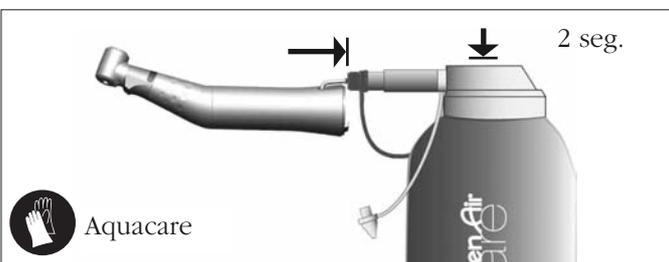

fig. 3
- Elimine el líquido fisiológico del conducto pulverizando (durante 2 s) producto **Aquacare** por la parte trasera del tubo, según la fig. 3.
- Al acabar el baño, elimine el líquido residual del conducto de irrigación en la parte trasera rociando (2 s) **Aquacare**, fig. 3.